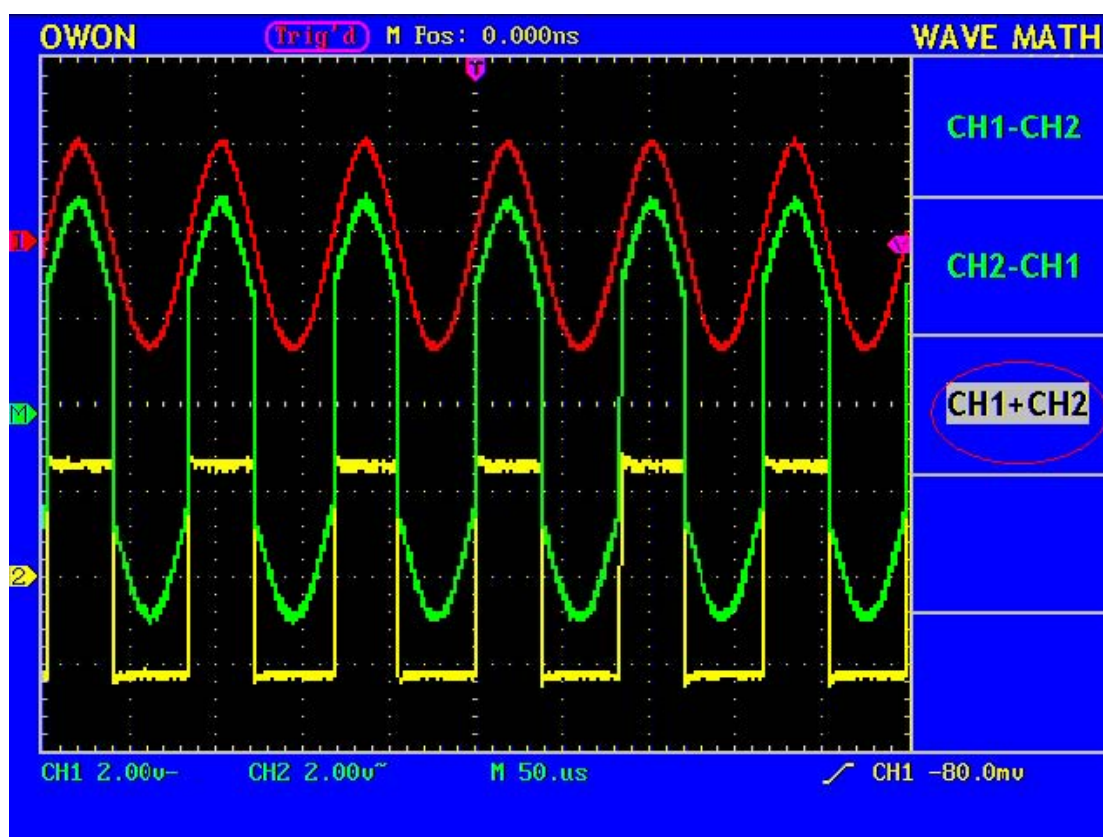

Рисунок 20. Результат математической операции CH1 +CH2
2. Нажмите на кнопку **F3** “CH1+CH2”, на экране появится осциллограмма M, отображаемая зеленым цветом. Нажмите на кнопку **F3** еще раз, чтобы убрать осциллограмму M с экрана (см. рис. 20).